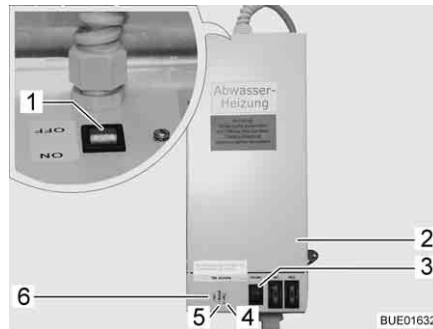

Bild 151 Transformator med regulator
Transformatorn 230 V AC/12 V DC (Bild 151,2) är beroende på modell monterad i klädskalet eller i den främre bänken på sittgruppen.
- Kontrolllampan (Bild 151,5) lyser grönt: Regleringen aktiv
- Kontrolllamporna (Bild 151,4 och 6) lyser rött: Avloppsledningarna värms upp
I huset sitter en återfjädrande kontrollknapp (Bild 151,3) med vilken regulatorn kan tas i drift under en kort tid. Genom att trycka på den återfjädrande kontrollknappen låter sig uppvärmningen testas, även när omgivningstemperaturen ligger över 5 °C.
- Ställ brytaren (Bild 151,1) på transformatorn (Bild 151,2) på "ON".
- Ställ brytaren (Bild 151,1) på transformatorn (Bild 151,2) på "OFF".